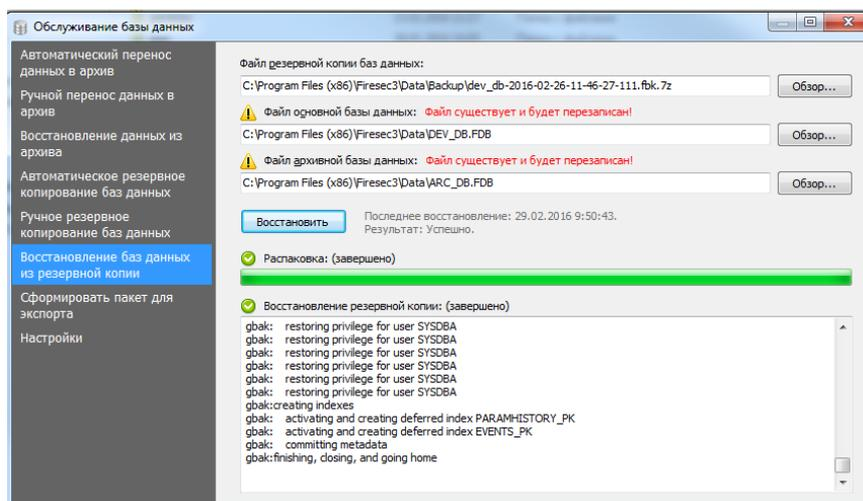

Рисунок 27.11 Вкладка Восстановление баз данных из резервной копии
- 1) Перейти на вкладку **Восстановление баз данных из резервной копии** (Рисунок 27.11).